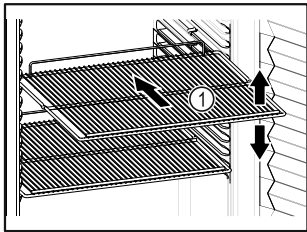

Fig. 62 Beispielhafte Darstellung
- ❑ Wenn Ablageflächen Fig. 62 (1) versetzbar sind, Ablageflächen je nach Höhe anpassen.